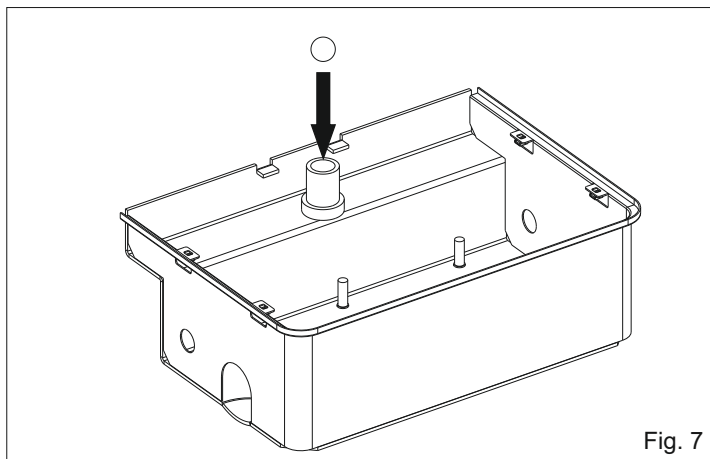
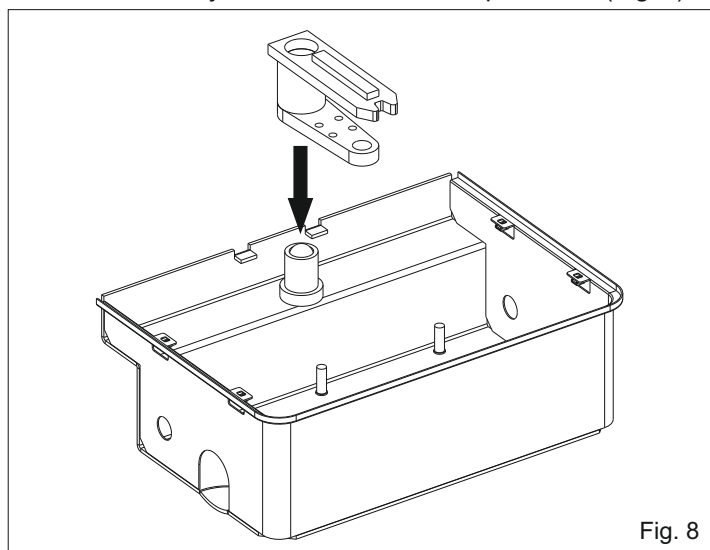
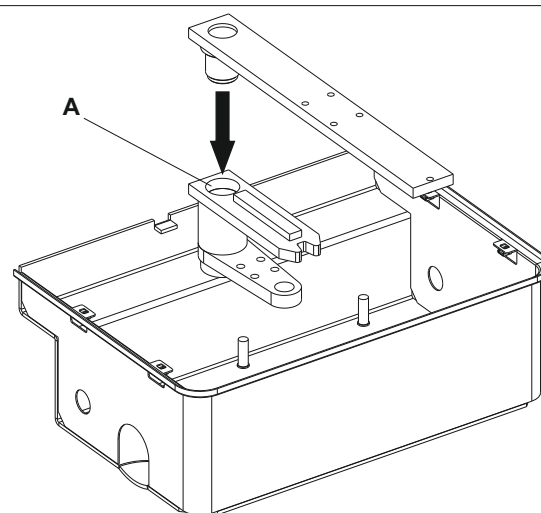

Fig. 7
Fig. 8
Fig. 9
2.4. Insertar la esfera en el árbol perforado (Fig. 7)
2.5. Insertar el conjunto manilla en el árbol perforado (Fig. 8)
2.6. Engrasar abundantemente el hueco A e insertar el conjunto hoja (Fig. 9)
N.B.: A insertar los conjuntos engrasar los mismos equipado con grasa (Fig.7, Fig.8, Fig.9).